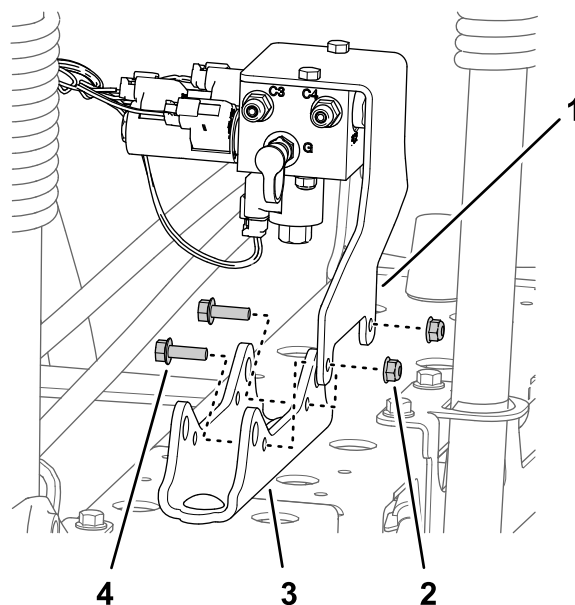

Рисунок 43
- Для машин без дополнительного комплекта ультразвукового выравнивания стрелы: удалите 2 фланцевые контргайки (5/16 дюйма) и 2 болта с фланцевыми головками (5/16 x 1 дюйм), которые крепят опорный кронштейн коллектора подъема секции к креплению цилиндра, и отделите коллектор и кронштейн от крепления цилиндра (Рисунок 43).